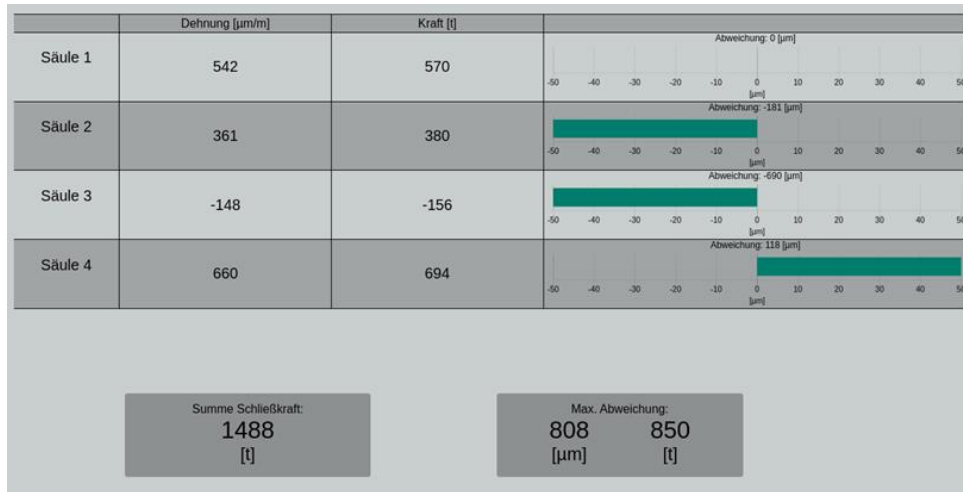

Abbildung 3: Messansicht - Startseite
4. Über den Hauptschalter wird der Messkoffer eingeschaltet. Der Startbildschirm (Abb. 3) der vorinstallierten Software erscheint.